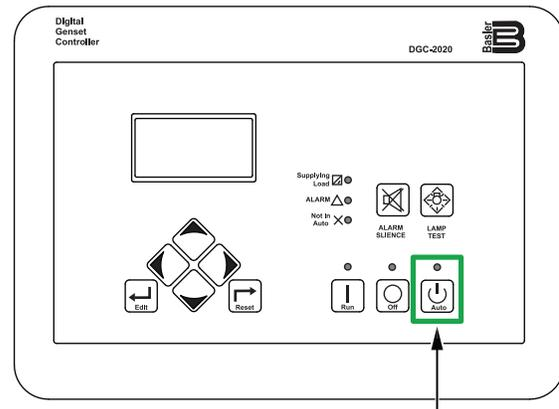

Figure 46. Contrôleur numérique (bouton Auto)
2. Appuyez sur le **bouton Auto** (Figure 46) du contrôleur numérique. Lorsqu'un signal de démarrage est reçu des contacts de démarrage automatique, le moteur démarrera automatiquement après la fin du processus de préchauffage.